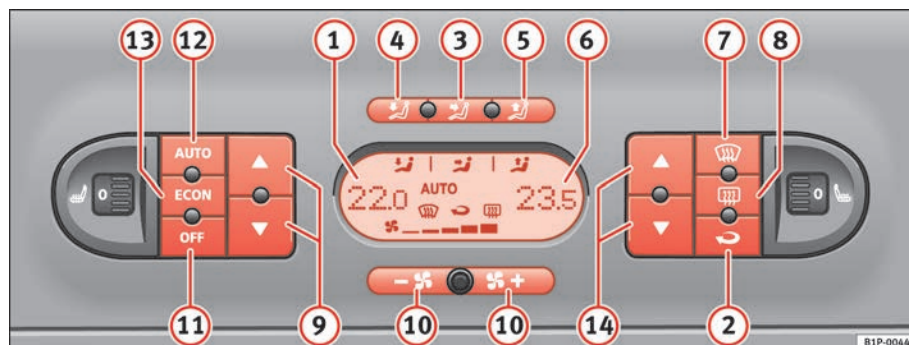

Abb. 111 In der Instrumententafel: Bedienelemente 2C-Climatronic
- Drücken Sie die Tasten der Temperaturregulierung ⇒ Seite 152, Abb. 111 9 oder 14 zur Einstellung der Temperatur auf der linken bzw. rechten Seite.
- Drücken Sie die Taste  ⇒ Seite 152, Abb. 111. Am Display erscheint die Anzeige „AUTO“.